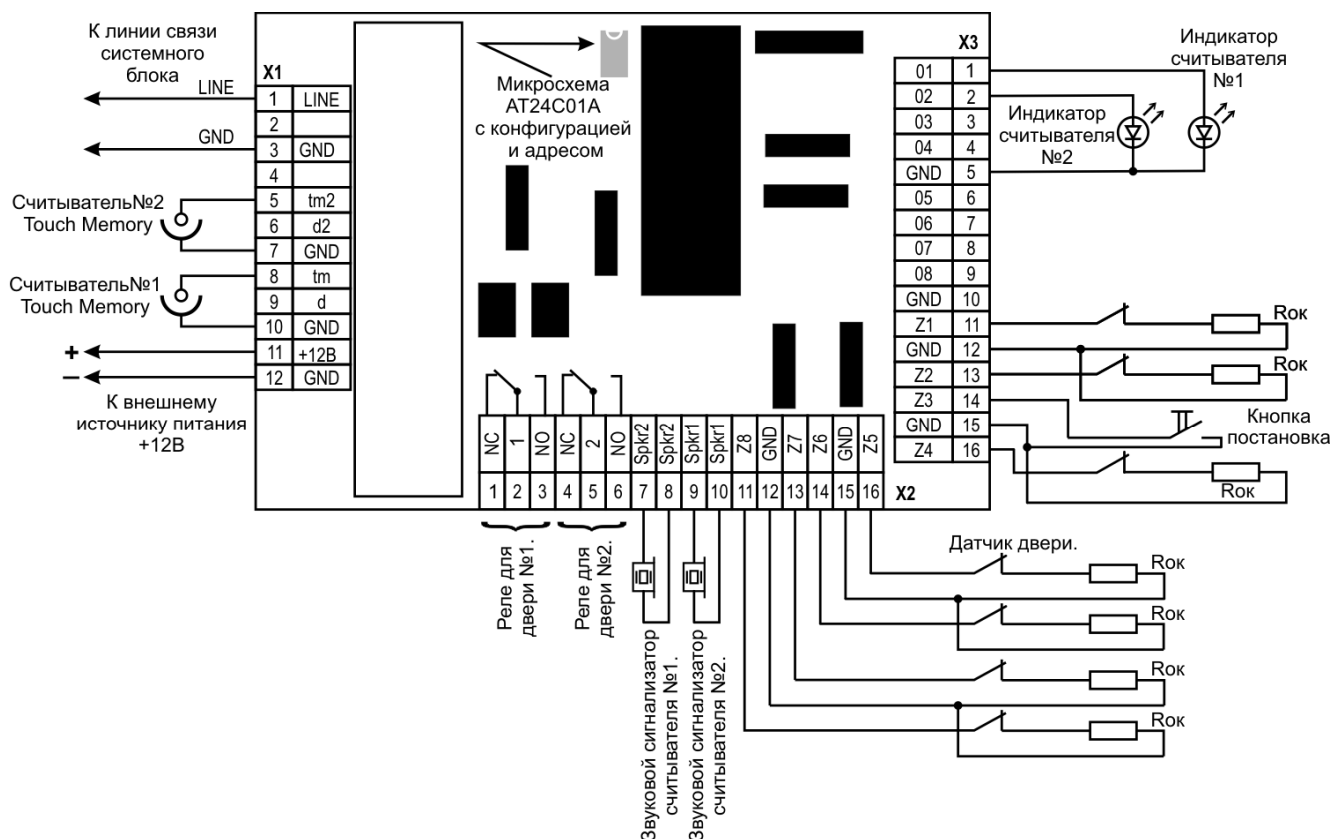
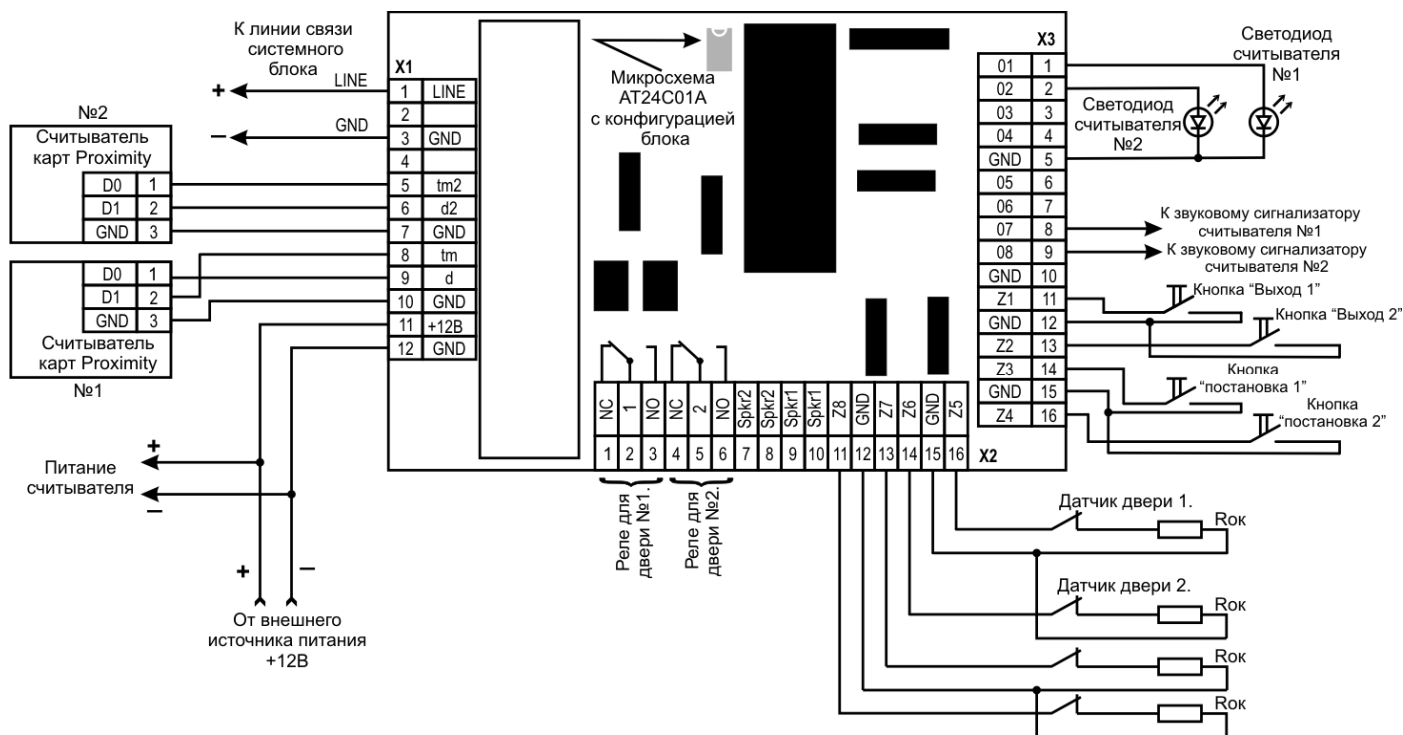

Рисунок 52.
Рисунок 53.
**Питание СФ-КД4002** осуществляется от внешнего источника питания 12 В. Подключение источника питания осуществляется к разъему X1 клеммы 11 и 12 (рис. 52 и рис 53.)
Звуковой пьезоэлектрический сигнализатор для считывателя №1 подключается к клеммам 7 и 8 разъема X2, звуковой пьезоэлектрический сигнализатор для считывателя №2 подключается к клеммам 9 и 10 разъема X2 (рисунок 52). На клеммы 7 и 8, 9 и 10 разъема X2 выводится переменное напряжение 24В с частотой 2,5 кГц.
Подключение светодиода для считывателя № 1 производится к клеммам 1 и 5 разъема X3. Подключение светодиода для считывателя № 2 производится к клеммам 2 и 5 разъема X3 (рисунок 52 и рисунок 53). Для включения светодиода на соответствующую клемму (1 или 2) выводится положительный потенциал.
Звуковой сигнализатор для считывателя №1 подключается к клемме 8 разъема X3, звуковой сигнализатор для считывателя №2 подключается к клемме 9 разъема X3 (рисунок 53). Для включения звукового сигнализатора считывателя на соответствующую клемму (8 или 9) выводится положительный потенциал.
Подключение светодиода для считывателя № 1 производится к клемме 1 разъема X3. Подключение светодиода для считывателя № 2 производится к клемме 2 разъема X3 (рисунок 52 и рисунок 53). Для включения светодиода на соответствующую клемму (1 или 2) выводится положительный потенциал.
Напряжение 12 В для питания считывателя осуществляется от клемм 11 и 12 разъема X1 (рисунок 53).
В зависимости от режима работы контроллера и задействованных функций (постановка под охрану группы охранной сигнализации с помощью считывателя №1 или считывателя №2) шлейфы сигнализации могут иметь разное назначение ( рисунок 52 и рисунок 53).
#### **Режим «одна точка прохода с двумя считывателями». (рисунок 52)**
### Режим «две точки прохода со считывателем и кнопкой выхода». (рисунок 53)